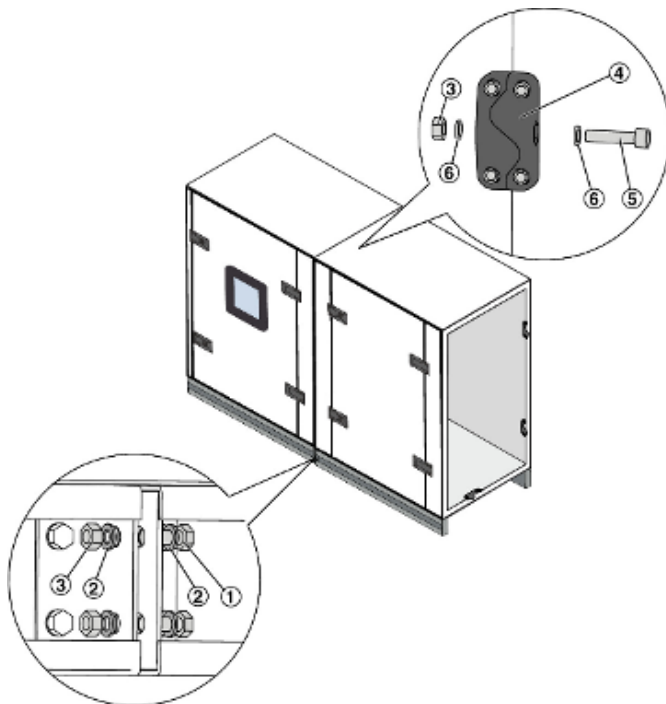

Abb. 16: Grundrahmen verschrauben
- 3 ▶ Bei mehreren RLT-Bauteilen diese untereinander mit Bauteilverbindern verbinden, (Abb. 16 /4).
- 6 ▶ Zwischengrundrahmen (4) des oberen Bauteils mit Schrauben (3) mit dem Deckenpaneel des unteren Bauteils (2) verschrauben.